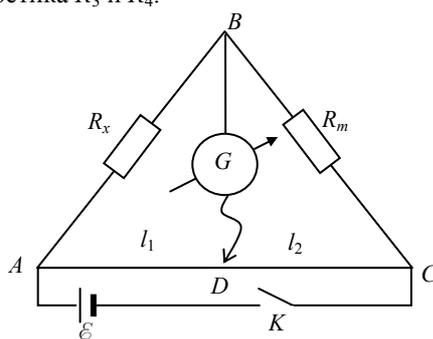

Рис. 2
В настоящей работе используется установка, электрическая схема которой показана на рис. 2. Сопротивление R_1 заменено неизвестным сопротивлением R_x , величину которого нужно определить; вместо постоянного сопротивления R_2 включен магазин сопротивлений R_m , позволяющий менять значение этого сопротивления в широком диапазоне; сопротивления R_3 и R_4 заменены единой эталонированной проволокой ADC (её сечение одинаково по всей длине) – *реохордом*. Движок D , перемещаясь по реохорду, меняет плечи мостика R_3 и R_4 .
1. В плечо AB (рис. 2) включите одно из двух заданных преподавателем неизвестных сопротивлений R_x , R_y . Движок реохорда поставьте так, чтобы он находился в средней трети длины реохорда. Замкните ключ K , нажав кнопку, и вращением декад магазина сопротивлений R_m (исключая X10000) выберите интервал сопротивлений, при котором стрелка гальванометра не зашкаливает ни вправо, ни влево и легко выводится на нуль. Для первоначального положения движка реохорда декадами R_m установите стрелку на нуль, а полученные значения l_1 и l_2 и соответствующее значение магазина сопротивлений запишите в табл. 1.